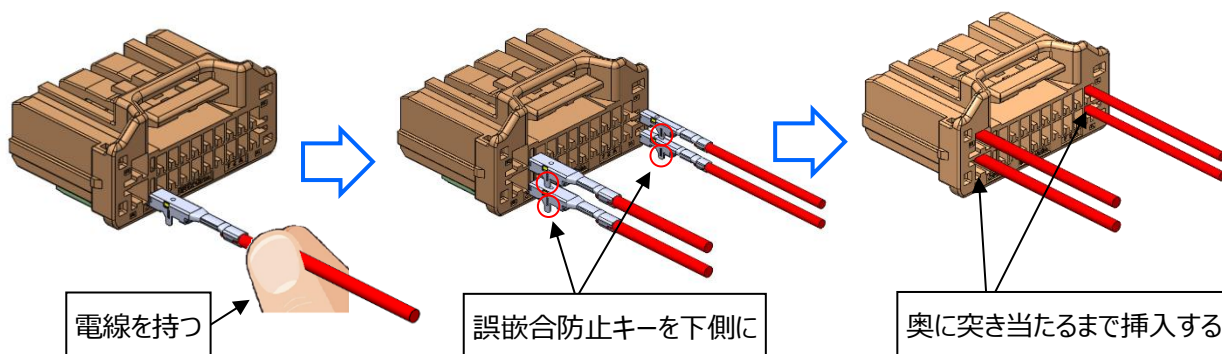

図 25.端子挿入方向
- ①端子が正しく圧着されているか、傷・変形・異物の付着が無いかを確認して下さい。
- ②図 25 に示す様に端子挿入時は電線をもって挿入して下さい。
- ③図 25 に示す向きで該当するメスハウジングのコアホールに突き当たるまで挿入して下さい。
- ④端子挿入後は、電線を軽く手前に引き、係止されているかを確認して下さい。